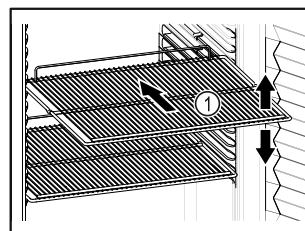

Fig. 50 Ilustrační zobrazení
- Pokud jsou odstavné rošty Fig. 50 (1) přemístitelné, přizpůsobte je vždy na danou výšku.